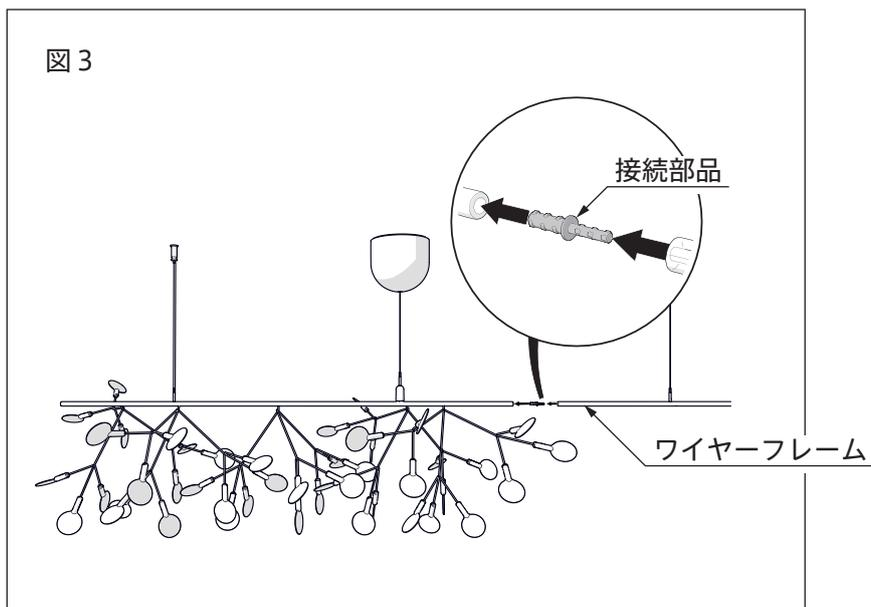

図4
- ※ 直角に取付ける場合、ジョイント金具の接続部を片方の照明に差し込み、もう片方は接続部品を使用して次の照明と連結します。(図4)